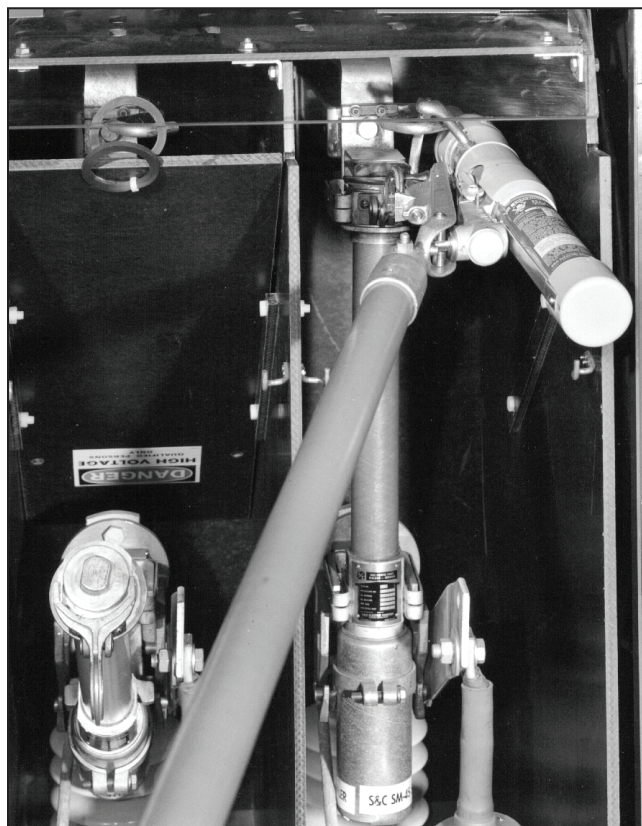

Figura 9. Ferramenta Loadbuster conectada a um fusível de potência.
PASSO 2. Gire a ferramenta Loadbuster em direção à unidade fusível ou porta-fusível e passe o gancho do olhal de tração da ferramenta Loadbuster pelo olhal da unidade fusível ou porta-fusível. A trava do olhal de tração deve flexionar e, com a inserção completa, deve retornar sob efeito de mola, travando a ferramenta Loadbuster no olhal. A ferramenta Loadbuster está agora engatada no contato superior do fusível de potência. Ver Figura 9.